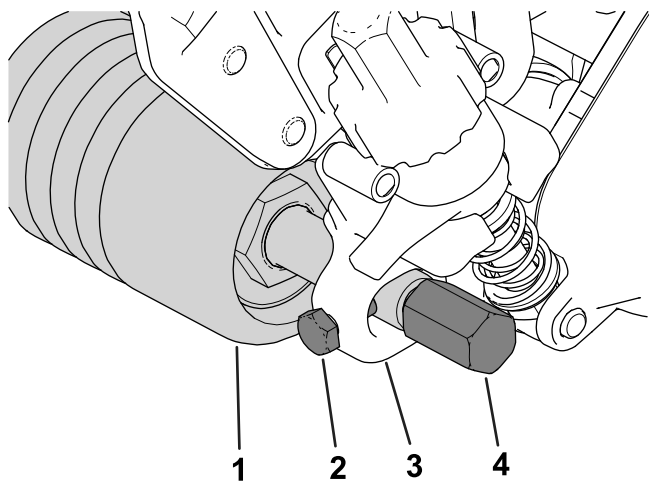
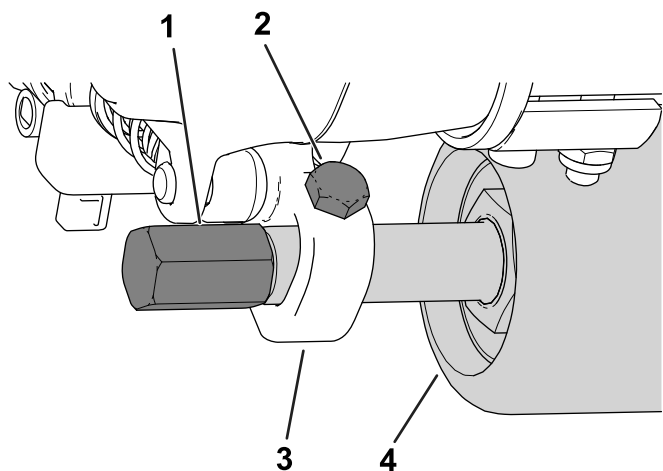

Рисунок 14
Рисунок 15
- Установите и отцентрируйте вал валика между кронштейнами высоты скашивания (НОС) и закрепите его с помощью 2 крепежных винтов (Рисунок 14 или Рисунок 15).
Крепежные винты можно устанавливать на передней (как это показано на Рисунок 14) или задней стороне (Рисунок 15) кронштейнов НОС. В случае установки винтов на передней стороне механическая щетка очищает валик; при установке винтов на задней стороне механическая щетка будет перемещаться с валиком.
6. Установите защитные кожухи механической щетки на обеих сторонах валика (Рисунок 14).